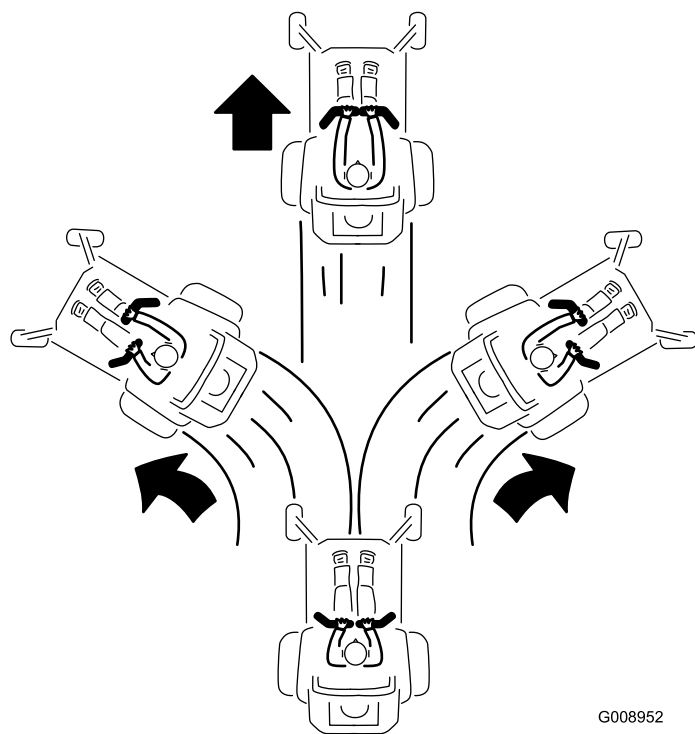

Figura 28
3. Para andar para frente empurre as alavancas de controlo do movimento lentamente para a frente (Figura 28).